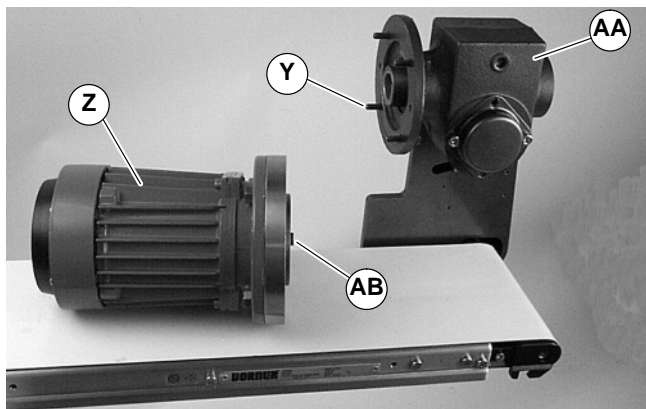

Abbildung 21
3. Vier (4) Schrauben (Y auf Abbildung 21) entfernen. Motor (Z) mit Adapterflansch vom Untersetzungsgetriebe (AA) abheben. Paßfeder der Motorwelle (AB) an Ort und Stelle belassen.